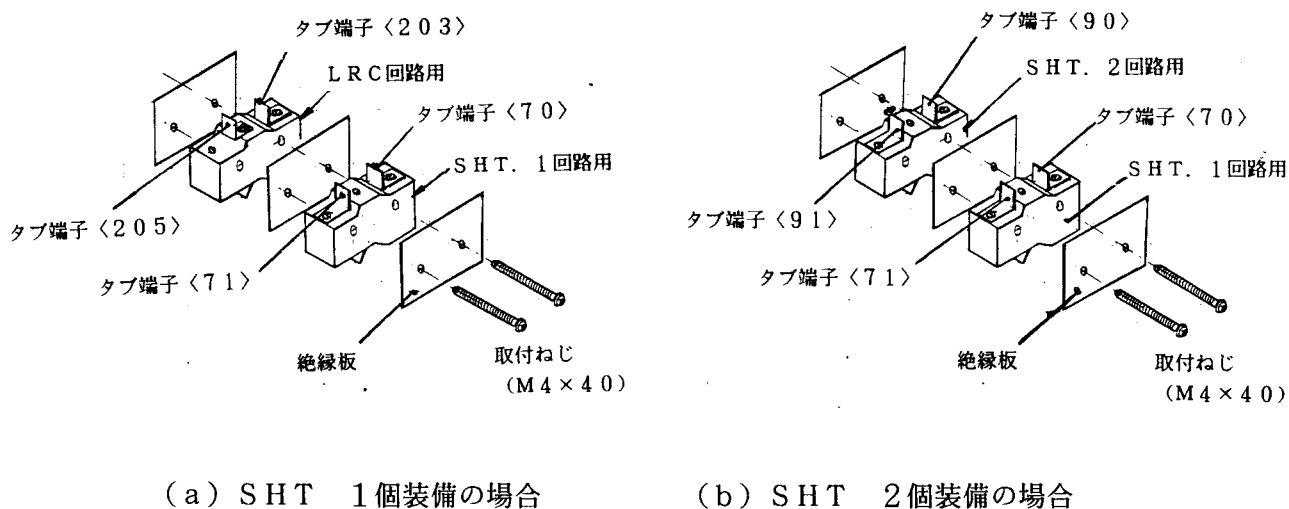
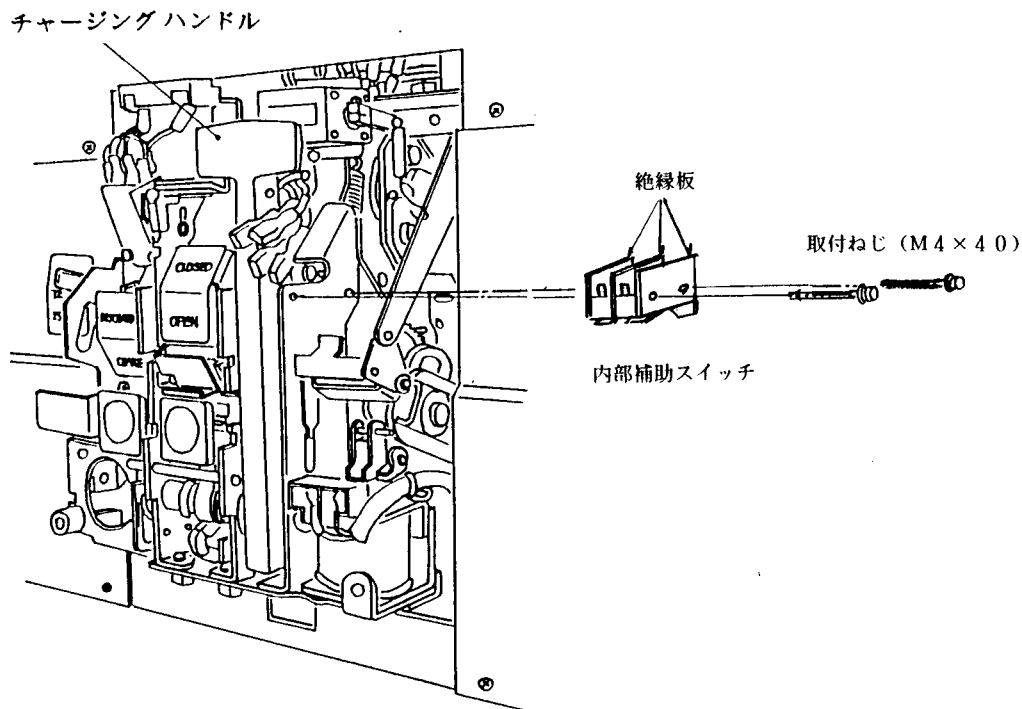

図53. 内部補助スイッチの組立
図54. 内部補助スイッチ取付図
正面 (図54参照) のマイクロスイッチの組合せは、SHTの装備数により図53 (a) 又は (b) となります。SHTの仕様を確かめて点検・交換を行って下さい。
なお、図53 (b) の場合、LRC回路用のマイクロスイッチは遮断器内部 (LRCの後部) に取付けています。
手順（SHEET NO.59 図53、図54参照）
(4)図53の内部補助スイッチの組立に従って取付ねじ（M4×40）2本でスイッチ及び絶縁板を機構部サポートに取付けて下さい。